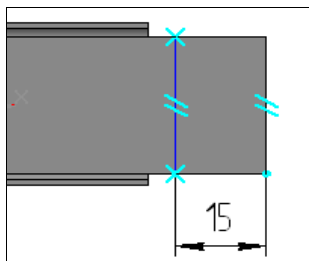

Рис. 22.9. Эскиз сгиба по линии
- ◆ выделите поверхность листового тела и создайте на ней эскиз, как на рис. 22.9;